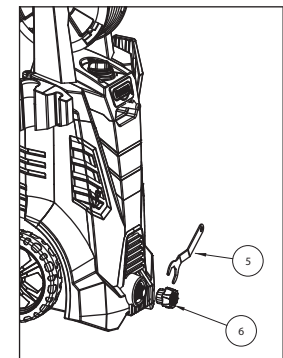

Figure 15 - Fixer le raccord de l'arrivée d'eau dans l'unité
11. Fixer le raccord de l'arrivée d'eau (6) dans l'unité en utilisant une clé (5). Voir la figure 15. (PW190200 seulement).